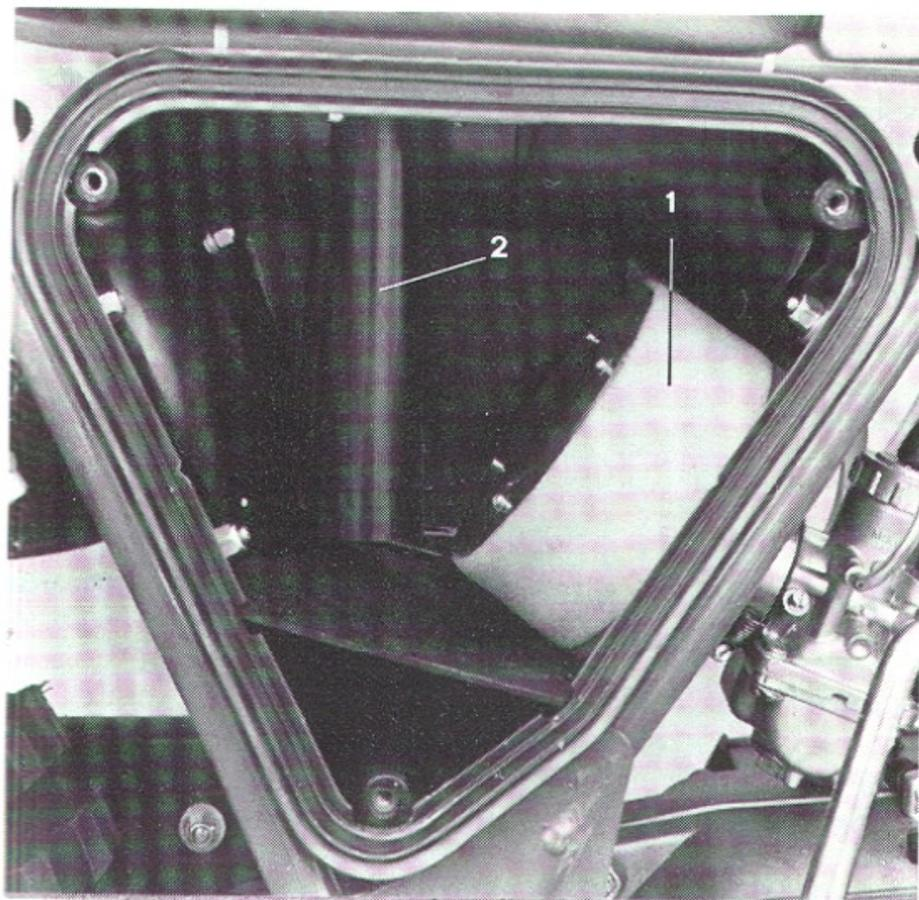

Fig. 35 - Cassetta aspirazione
- Rimuovere il filtro (Fig. 35) immergerlo in benzina e soffiare con aria compressa.